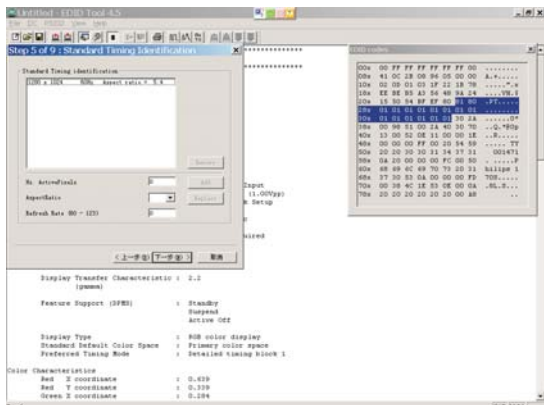

Fig. 14
4. Click Next, bring up Fig. 14.